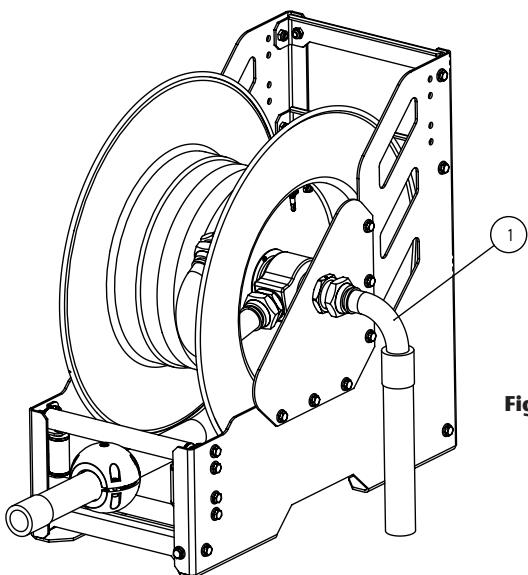

Fig. 11
1. Disconnect the hose of the inlet shaft (1) (fig. 11).
1. Desconecte la manguera de acometida (1) (fig. 11).